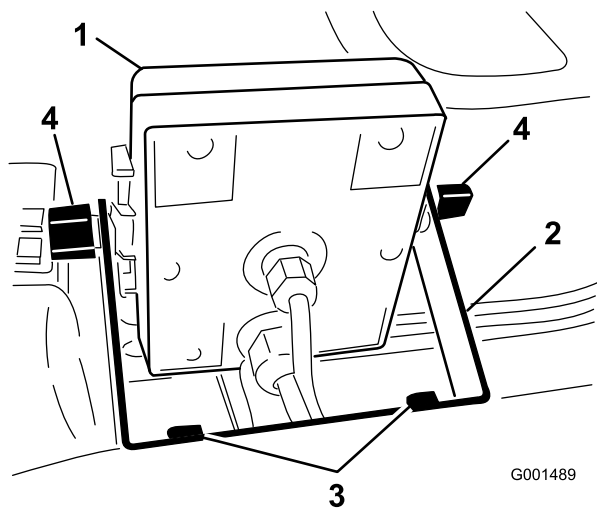
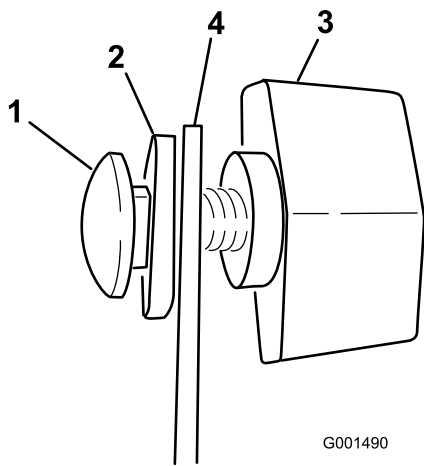

図 5
図 6
2. モニタのブラケットをダッシュボードに取り付ける；フランジヘッド・ボルト (1/4 x 3/4 in) 2本とフランジ・ナット (1/4 in) 2本を使用する (図 5)。
3. キャリッジボルト、ゴム・ワッシャ、ノブ各 2 個を、図 5 および図 6 のように仮止めする。
6. ブラケットにスプレープロを取り付け(図 5)、ノブで固定する。